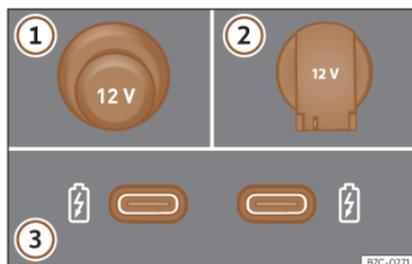

Fig. 122 Prese di corrente da 12 Volt per il veicolo.
Prese elettriche da 12 Volt >>> fig. 122 :
- Estrarre il coperchio situato sulla console centrale della presa elettrica >>> fig. 122 ①.
- Alzare la copertura della presa di corrente >>> fig. 122 ②.